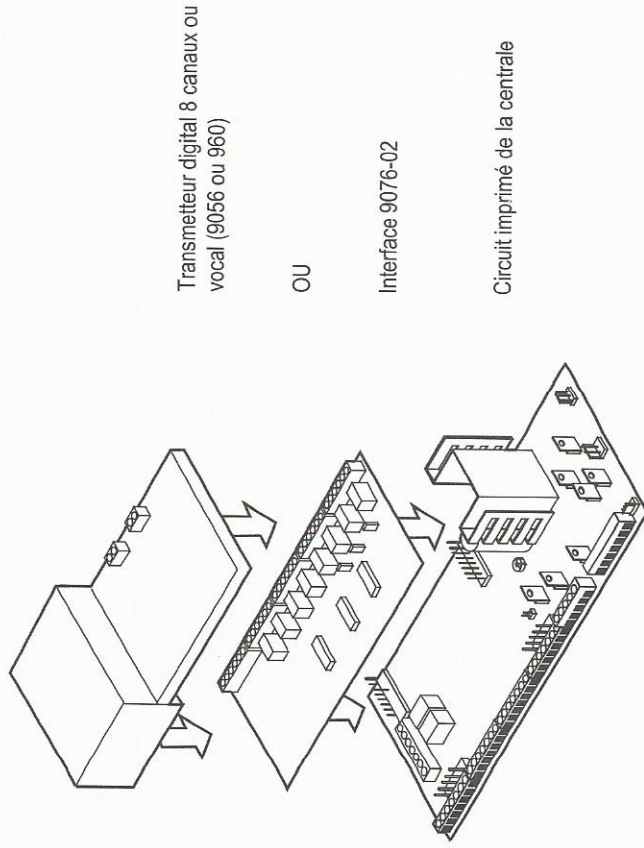

Figure 17. Orientation du transmetteur
2. Installer le transmetteur ou l'interface suivant les indications de la figure 17. S'assurer que la carte est correctement orientée.